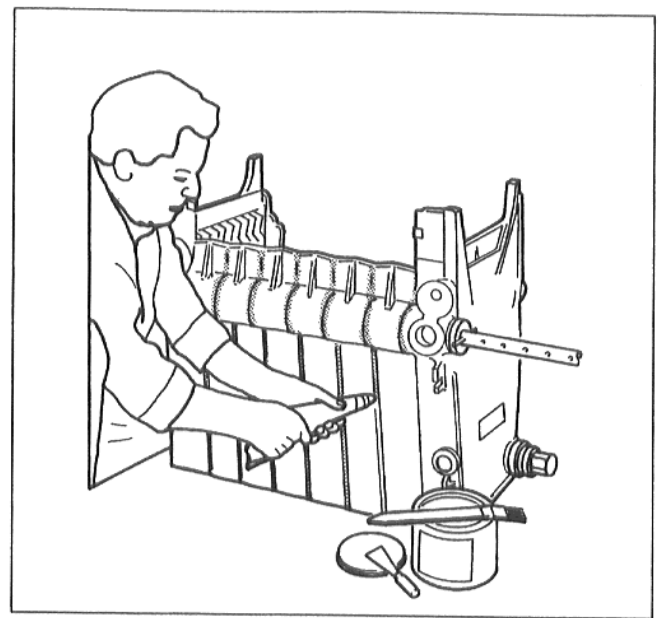

Рис. 6
- Участки раздела на уплотнительных планках заделать снаружи котельной замазкой и обмазать кистью (Рис. 6).